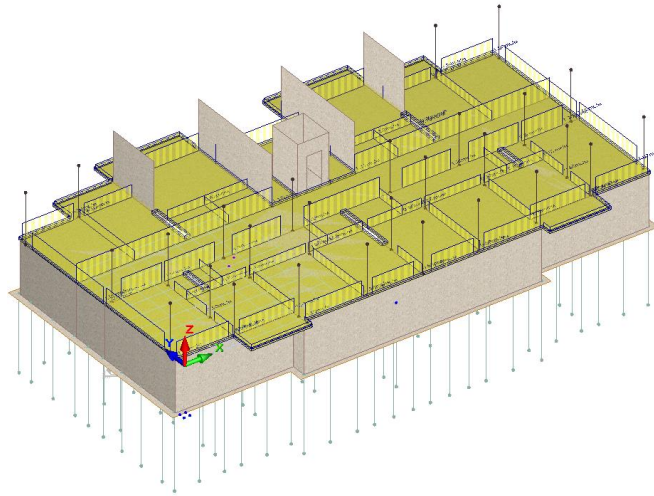

Рис. 14.24. Аналітичне представлення моделі
- Для того, щоб переключитися в аналітичне представлення, натисніть кнопку  – **Аналітична модель** (рис. 14.24) на панелі інструментів **Візуалізація**.